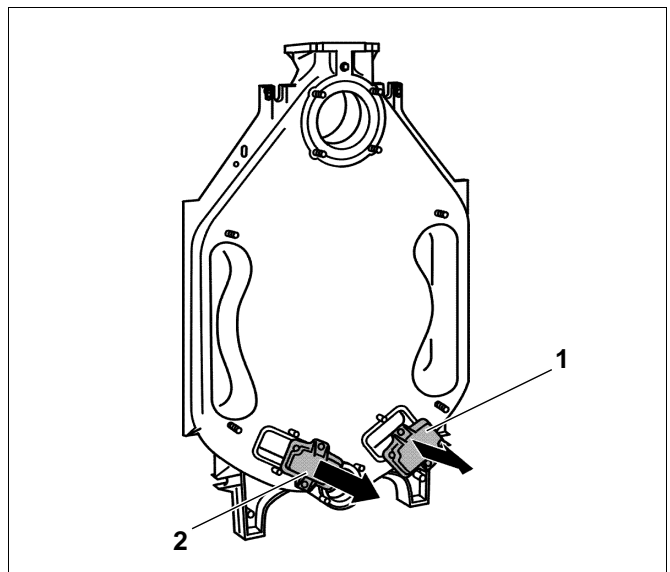

Fig. 7 Smontaggio delle ispezioni di pulizia
- Svitare le ispezioni di pulizia dall'elemento posteriore (fig. 7, pos. 1 e 2).